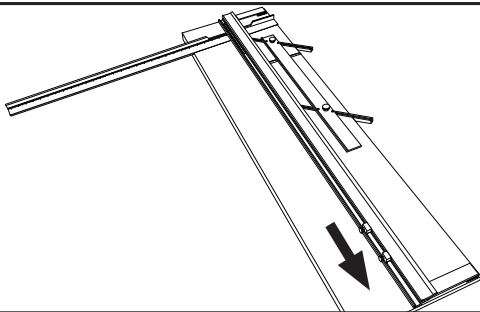

Fig. 43
4. Placez le verre propre sous le rail de guidage (**Fig. 43**) et contre la barre d'équerrage.